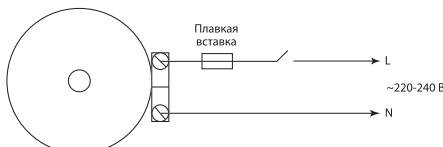

Рисунок 2. Схема подключения
5.7. Схема подключения к сети представлена на рис. 2: